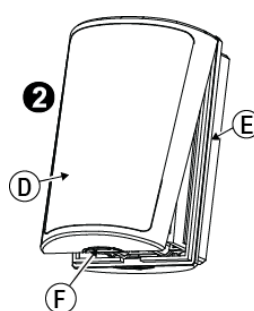

Abb. 5 – Öffnen des Geräts
1. Lösen Sie die Abdeckung vom Sockel (siehe Abb. 5).